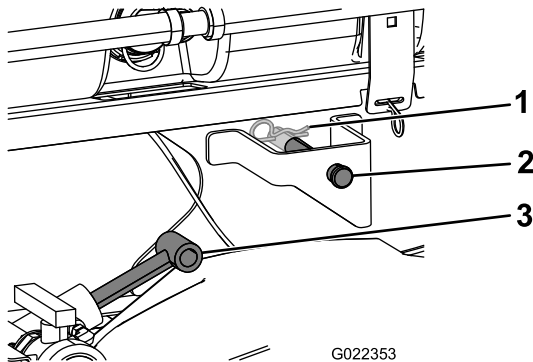

**Figura 9**
1. Usando una grúa, eleve el conjunto del patín del depósito (Figura 9) y colóquelo sobre el bastidor del vehículo con los conjuntos de bomba y válvula hacia atrás.